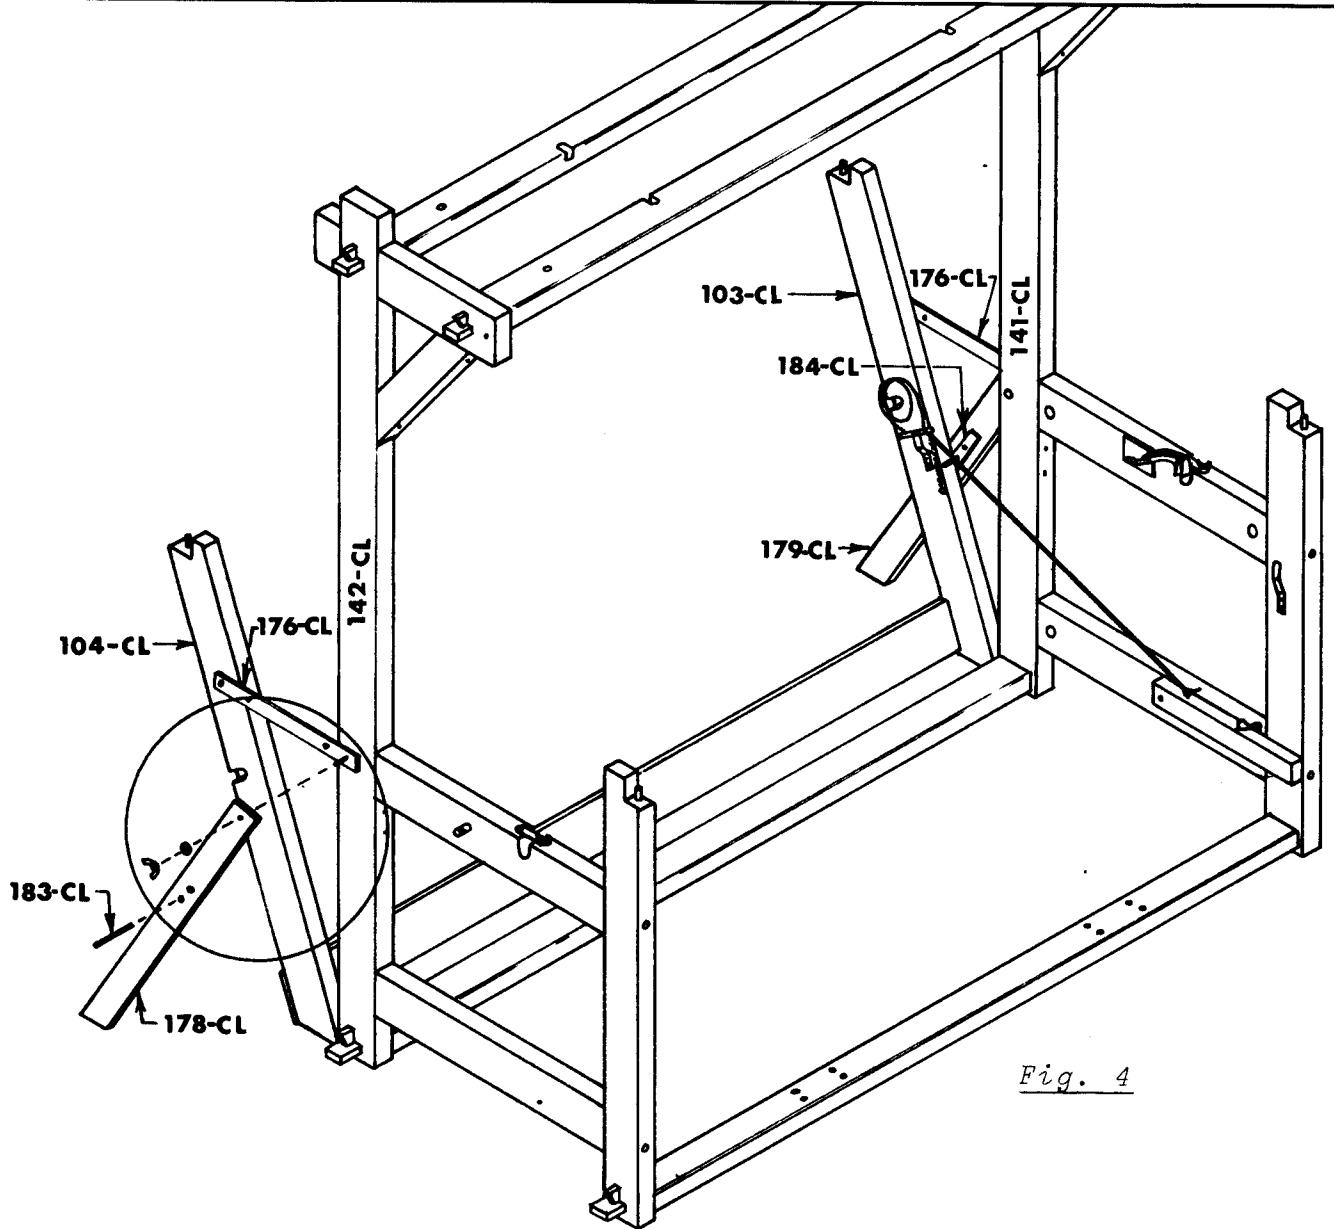

Fig. 4
4. Barrer les montants arrière 103-104-CL à l'aide des crochets 176-CL. Insérer un boulon $\frac{1}{4}$ " x $2\frac{1}{2}$ " (6 mm x 63,5 mm) long dans le trou des montants 141-142-CL. Entrer ce même boulon dans les crochets 176-CL et placer le support stabilisateur 178-CL. Retenir en place à l'aide de rondelles et d'écrous papillons. Mettre la cheville de bois 183-CL pour bloquer le support stabilisateur. (*Fig. 4*)
4. Fasten hook 176-CL of rear posts 103-104-CL to uprights 141-142-CL. First of all, insert a $2\frac{1}{2}$ " long x $\frac{1}{4}$ " (63,5 mm x 6 mm) bolts. Enter the hooks 176-CL in the bolt and put the stabilizing device 178-CL. Fasten with washers and wing nuts. Put the wooden peg No 183-CL to block the stabilizing device. (*Fig. 4*)
NOTE: Pour le métier à la lève, choisir le dernier trou sur les crochets 176-CL. (*Fig. 4*)
NOTE: For the jack-type loom, choose the last hole on hooks 176-CL. (*Fig. 4*)